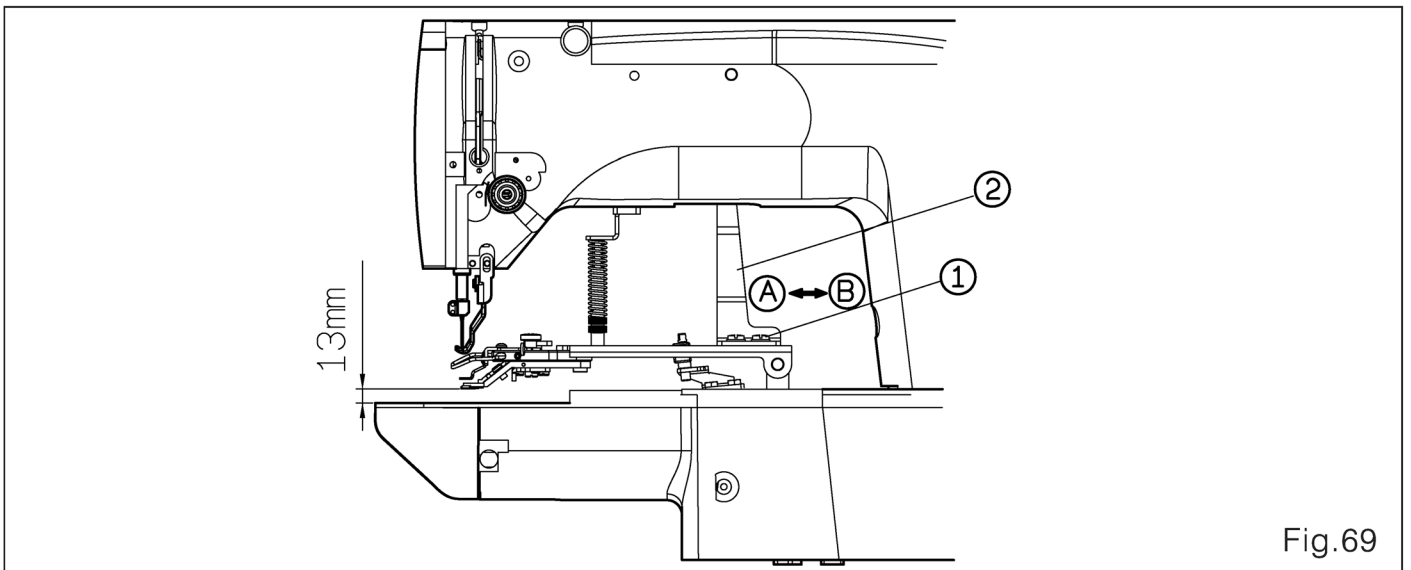

Fig.69
9. Ajuste a altura de levantamento do calcador de base (Fig.69)